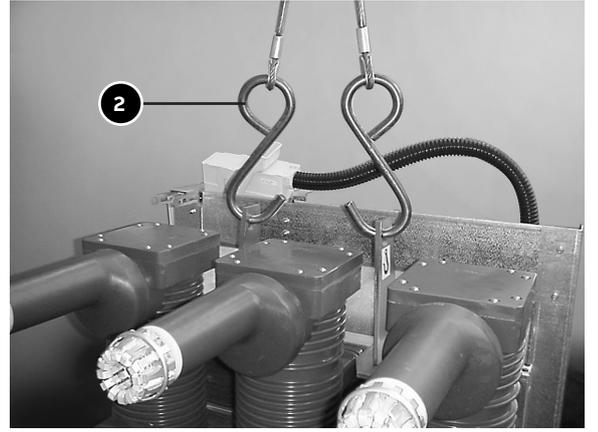

Рис. 2d
- Установите крюки (2), как показано на (рис. 2d), и поднимите.
- В конце операции отсоедините приспособления (1).